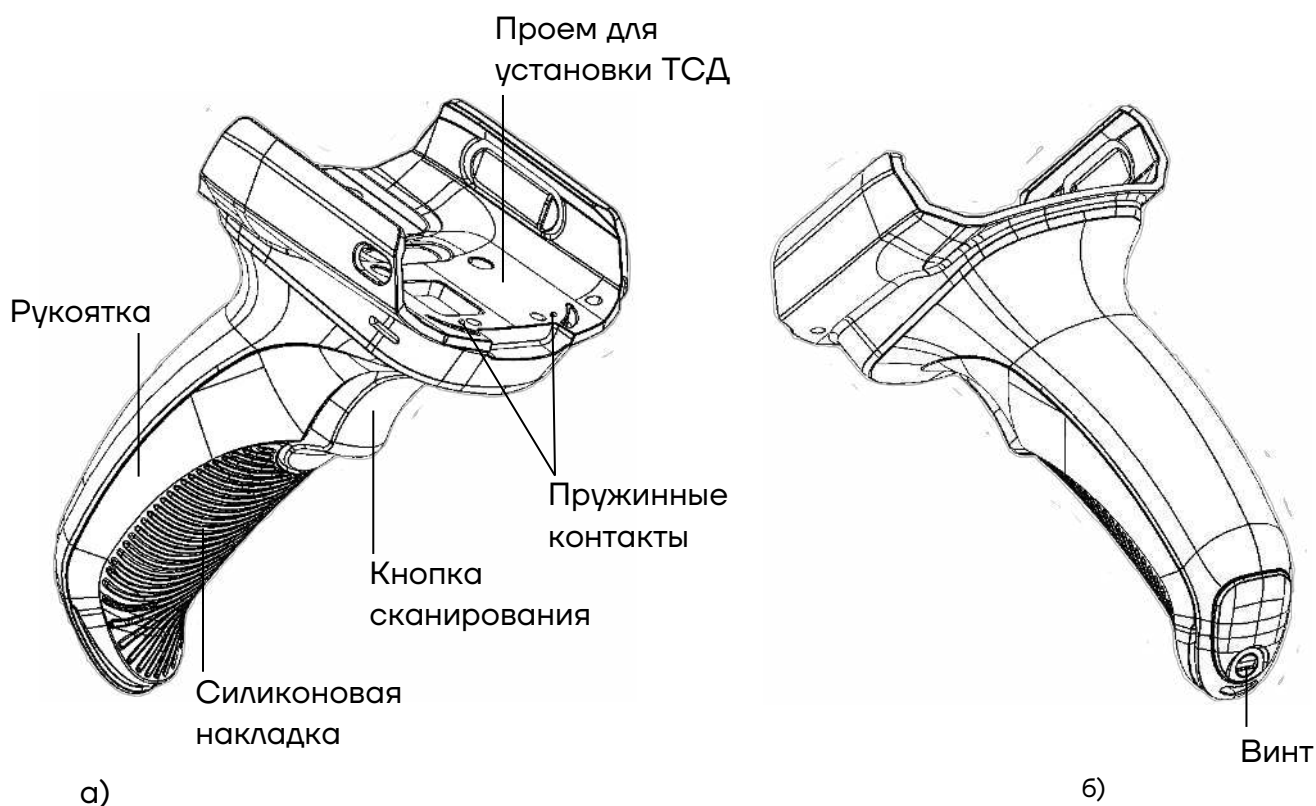
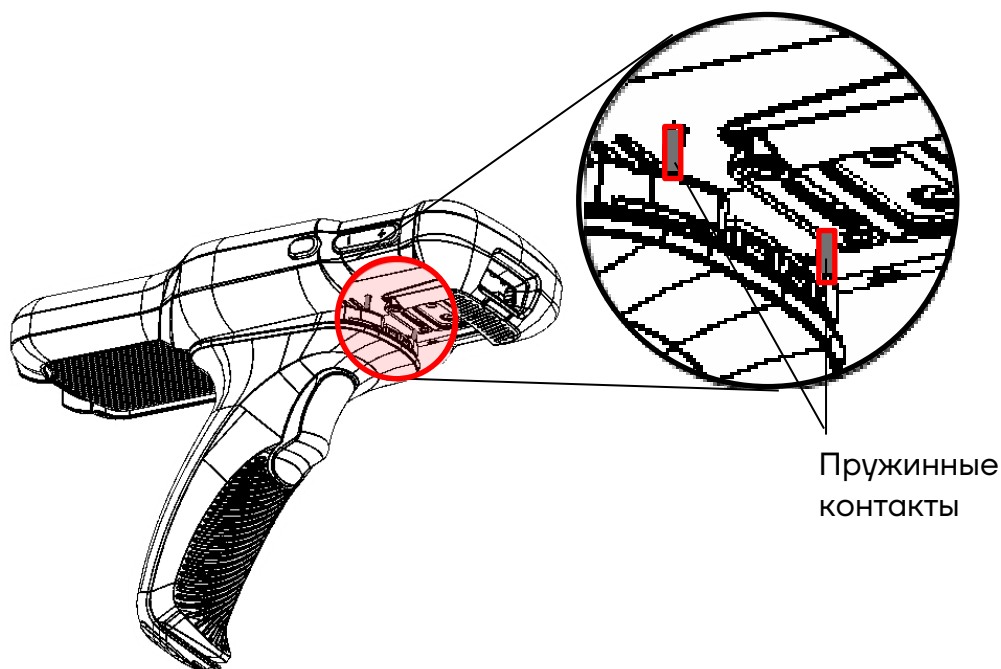

Рисунок 41. Вид пистолетной рукоятки сверху/слева/спереди
Рисунок 47. Расположение контактных пружин для питания ПР
Пистолетная рукоятка (рисунок 41) предназначена для крепления к корпусу терминала сбора данных АТОЛ Smart.Prime, что упрощает работу с ТСД при проведении большого количества операций по считыванию штрихкодов, нанесенных на товар.
**2** Следить за тем, чтобы при установке клеммы на рукоятке совпали с контактами на ТСД (см. поз. 16 рисунка 2 на странице 10, рисунок 41 и рисунок 47).
Питание пистолетной рукоятки осуществляется от ТСД АТОЛ Smart.Prime, установленного на ПР, при нажатии на кнопку сканирования ПР питание передается через пружинные контакты (см. рисунок 47).